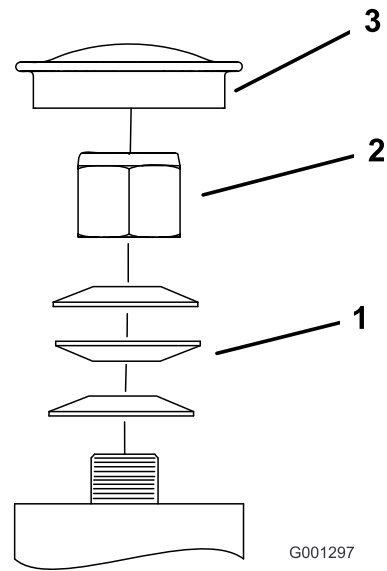

Figure 63
3. Retirez le capuchon antipoussière de la roue pivotante et serrez le contre-écrou (Figure 63).
4. Continuez de le serrer jusqu'à ce que les rondelles élastiques soient aplaties, puis desserrez-le de 1/4 de tour pour obtenir la précharge correcte des roulements (Figure 63).
**Important:** Veillez à placer les rondelles élastiques comme montré à la Figure 63.
5. Remettez le capuchon antipoussière en place (Figure 63).